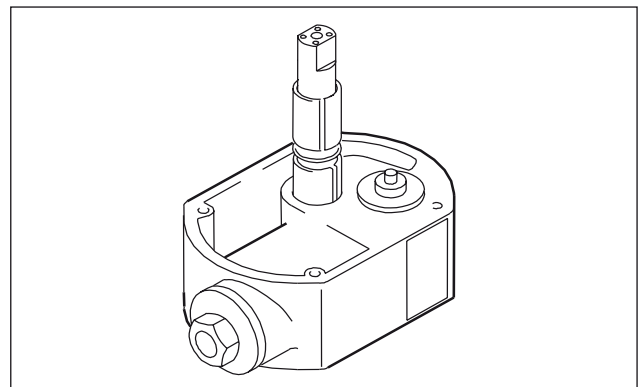

Abb. 18: Montage Kolbenstange
- Zur Montage der Gleitlagerbuchsen und des Dichtringes empfiehlt es sich, die Kolbenstange als Führung zu verwenden. Es ist darauf zu achten, dass die Schlitze der Gleitlagerbuchsen versetzt montiert werden (Abb. 18).